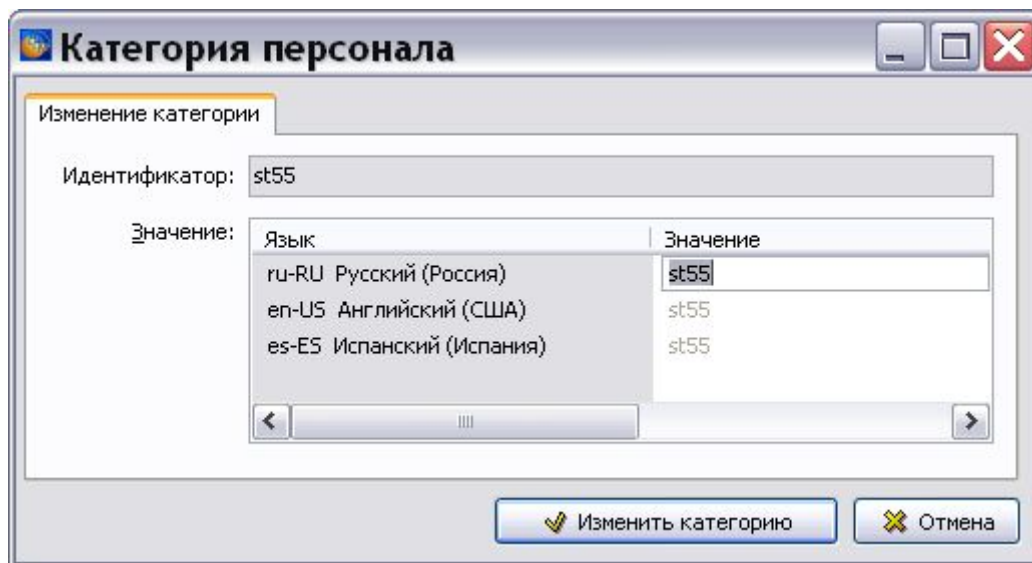

Рис. 5.41
- Можно ввести новое значение категории непосредственно в справочник. Для этого на вкладке **Словарь категорий** дважды щелкните левой кнопкой мыши по строке с идентификатором, значение которого не определено. В появившемся окне **Категория персонала** введите значения категории на поддерживаемых языках (Рис. 5.41). Аналогично можно изменить существующее значение категории.